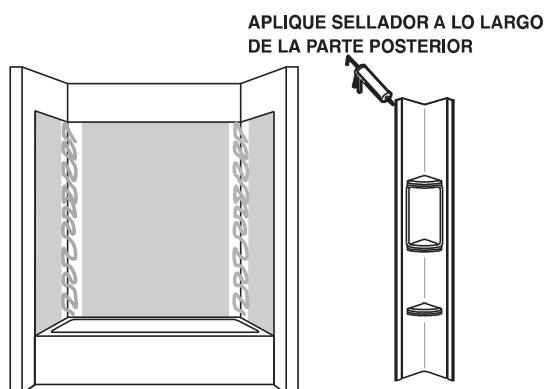
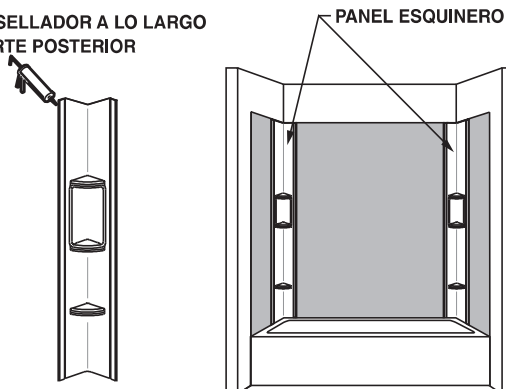
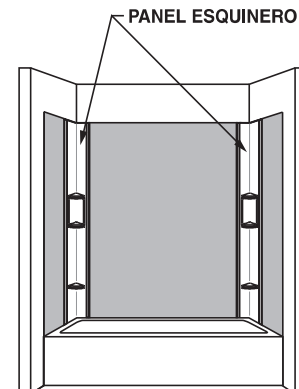

Ilustración 9
Ilustración 10
Ilustración 11
- B) Aplique adhesivo a una esquina posterior por vez (**ver la ilustración 9**) de arriba hacia abajo, de lado a lado y en la parte posterior del panel esquinero (**ver la ilustración 10**) y colóquelo en la esquina posterior de la ducha (**ver ilustración 11**). Presione firmemente para fijar.